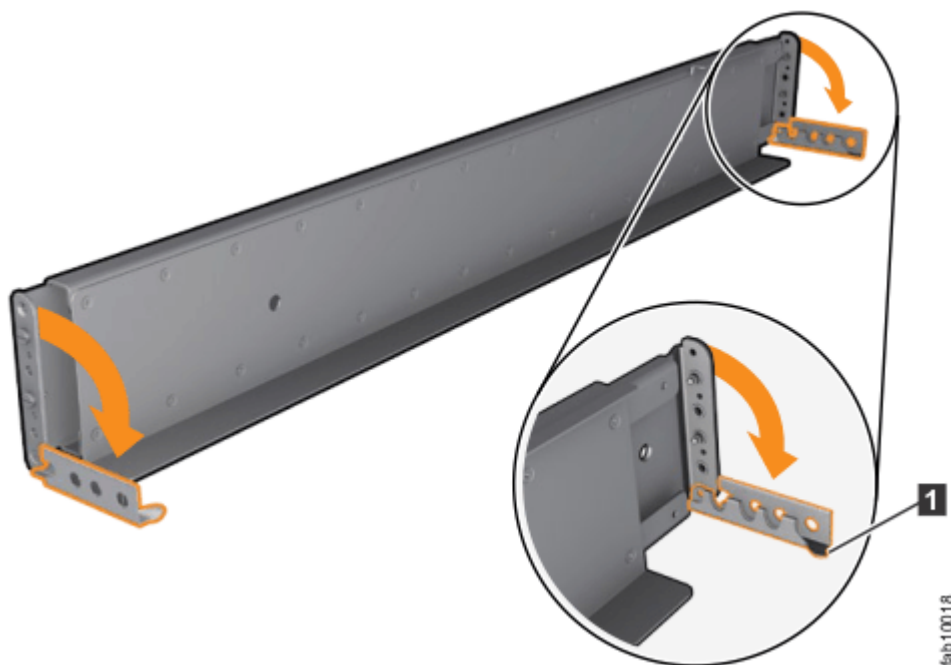

Figura 3. Abrindo os suportes da junta
4. Em cada extremidade do trilho, prenda a presilha **1** e puxe *firmemente* para abrir o suporte da junta. (Consulte Figura 3 na página 16.)